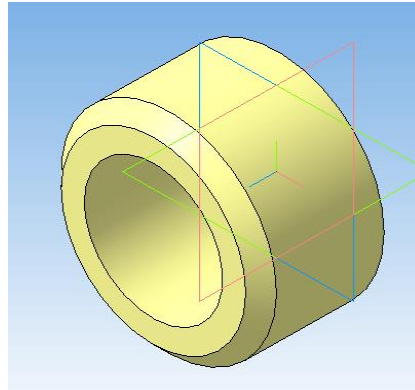

Рисунок 35.
2. Создание модели детали «кольцо» (рисунок 35).